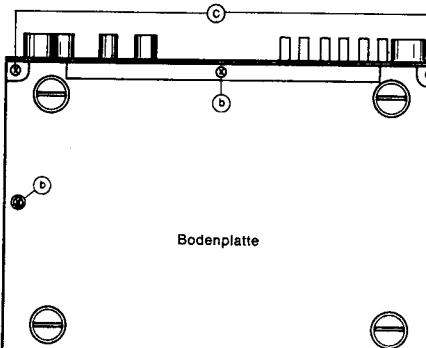

Abb. 2
- Die Schrauben ⑤ auf Abb. 2 und 3 herausdrehen.
- Die Schrauben ⑥ herausdrehen (Abb. 2 und 3).